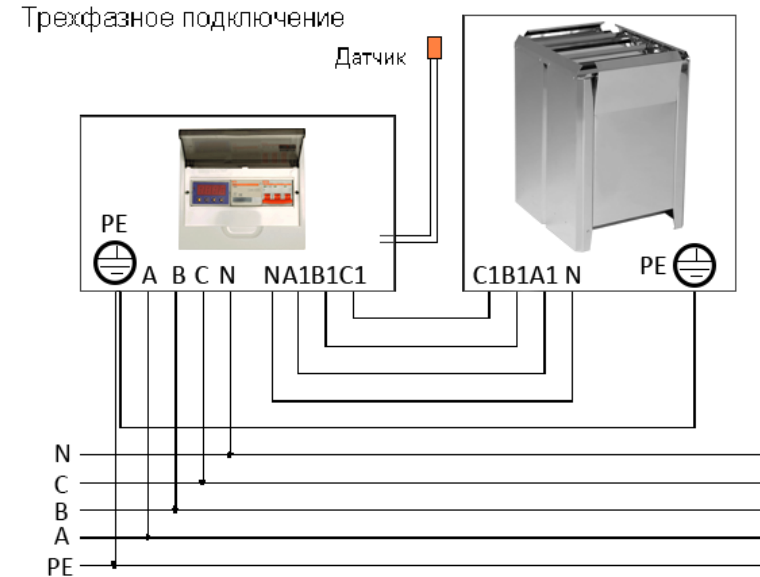

Рис.2
3. Подключение ЭНУ необходимо выполнить в соответствии с рис.2, 3. Провода, подключаемые к ЭНУ, включая нулевой рабочий и нулевой защитный, должны быть в термостойкой изоляции, сечениями не ниже, указанных в разделе 4 настоящего руководства. Концы проводов, подключаемые к ЭНУ должны быть облужены, а подключаемые к ПУ - оборудованы наконечниками.
Электромонтаж ЭНУ выполняется в соответствии со схемой, изображенной на рис.2.